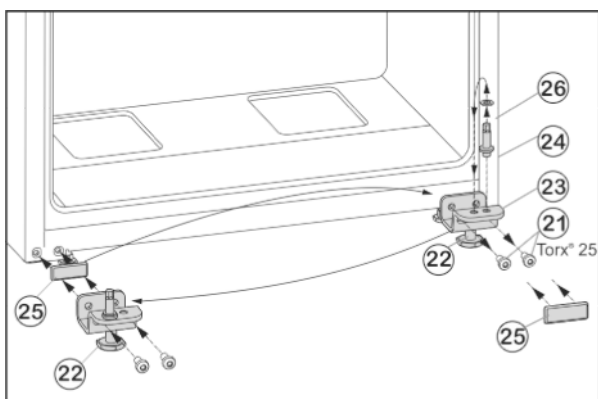

Fig. 6
- ▶ Открутите крепежные винты Fig. 6 (21).
- ▶ Снимите нижний опорный кронштейн Fig. 6 (23) вместе с опорным пальцем Fig. 6 (24), шайбой Fig. 6 (26) и регулируемой опорой Fig. 6 (22).
- ▶ Открутите опорный палец Fig. 6 (24) вместе с шайбой Fig. 6 (26) и, переставив в отверстие на противоположной стороне опорного кронштейна, снова прикрутите.
- ▶ Аккуратно снимите защитную пластину Fig. 6 (25) и переставьте ее на противоположную сторону.
- ▶ Прикрутите нижний опорный кронштейн Fig. 6 (23) вместе с опорным пальцем Fig. 6 (24), шайбой Fig. 6 (26) и регулируемой опорой Fig. 6 (22) с другой стороны шарнира (с моментом 4 Нм), при необходимости используйте аккумуляторный шуруповерт.
- ▶ Установите нижнюю дверцу сверху на опорный палец Fig. 6 (24).
- ▶ Выверните регулируемую опору Fig. 6 (22) на нижнем опорном кронштейне Fig. 6 (23) до ее соприкосновения с полом.